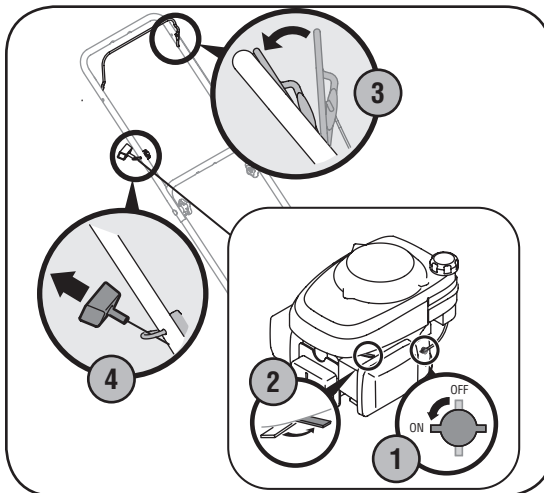

Figura 4-3: Poner en marcha la podadora.
1. Coloque la palanca de la válvula de combustible en el lado izquierdo del motor en la posición de ON (ABIERTA). Figura 4-3.
3. Desde atrás de la podadora, apriete el control de la cuchilla contra la manija superior, Figura 4-3. El obturador ahora comenzará a regresar lentamente a la posición de obturador OFF después de activar el control de la cuchilla. Por lo tanto, rápidamente avance al paso cuatro siguiente.
4. Asiendo estas dos manijas juntas y firmemente, sostenga el arrancador de retroceso y tire de la cuerda con un golpe rápido, continuo y con todo el brazo, Figura 4-3. Si se sostiene con firmeza la manija del arrancador, la cuerda se rebobina lentamente. Repita hasta que el motor esté en marcha. Deje que la cuerda se vuelva a enrollar lentamente.